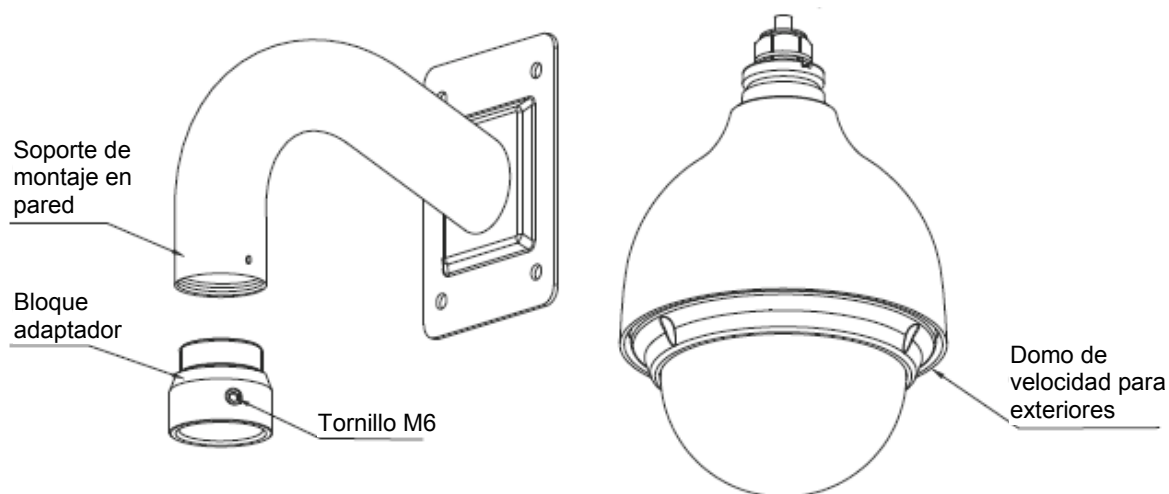

Figura 3–1
El soporte de montaje en pared y el domo inteligente de velocidad se muestran en la Figura 3–1.
- 2) Enrosque completamente el bloque adaptador al soporte de montaje en pared y luego apriete el tornillo. Consulte la Figura 3–2. Tire del cable compuesto del domo inteligente de velocidad mediante el bloque adaptador y extráigalo por el otro extremo del soporte de montaje de pared. Alinee el gancho en la parte superior de la carcasa externa con el agujero interior del bloque adaptador, y luego empújelo hasta el final y apriete los tres tornillos del bloque adaptador. **Tenga en cuenta que este paso es muy importante. Asegúrese de que los tornillos estén bien ajustados, de lo contrario, existe el riesgo de caída del domo inteligente de velocidad.**